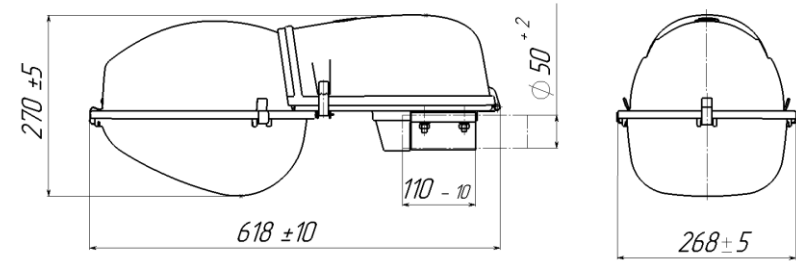

Рисунок 1
2.1 Светильники серии ЖКУ21/РКУ21/ГКУ21 «Гелиос» (рисунок 1) предназначены для наружного освещения: освещения улиц, дорог с высокой, средней и слабой интенсивностью движения транспорта, железнодорожных платформ и станций, мостов, территорий дворов, школ.